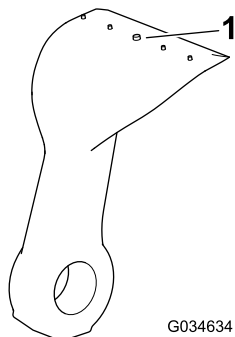

Bild 65
5. Prüfen Sie jedes Messer mit der Verschleißlinie auf zu starke Abnutzung (Bild 65). Wenn ein Messer bis auf die Verschleißlinie abgenutzt ist, tauschen Sie das Messer aus.